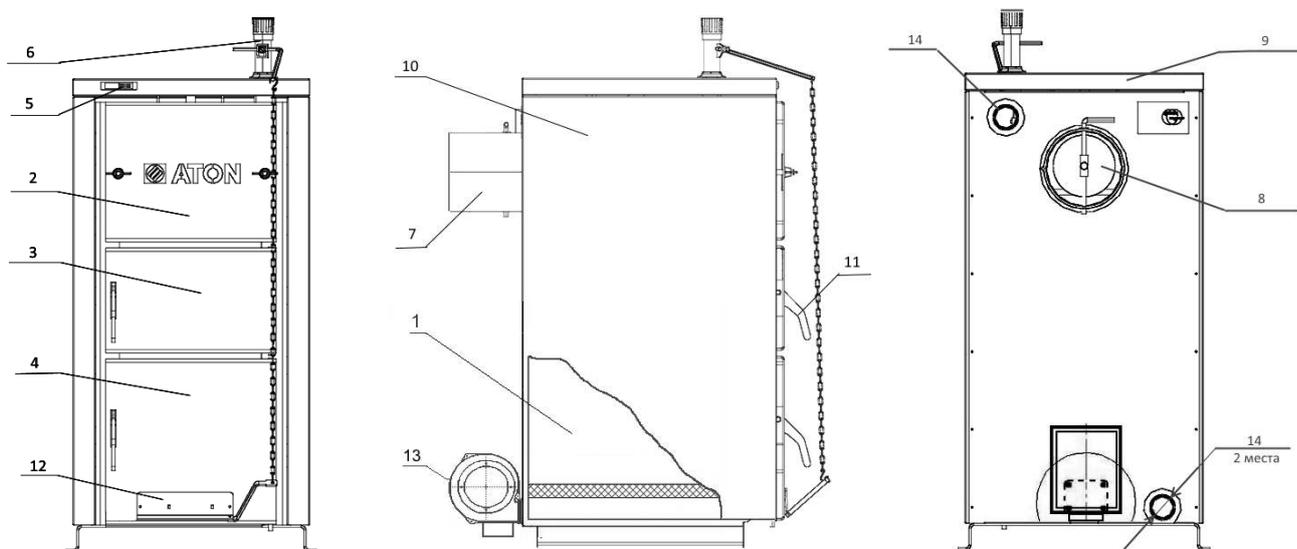

Рисунок 1. Котел отопительный ATON TTK Multi
7.2.7. Установить в отверстие фиксатора шестигранный рычаг с цепочкой. Винтом зафиксировать рычаг в горизонтальном положении, как показано на рисунке 4. Второй конец цепочки закрепить крючком за рычаг на поддувале (поз.12 рис.1).